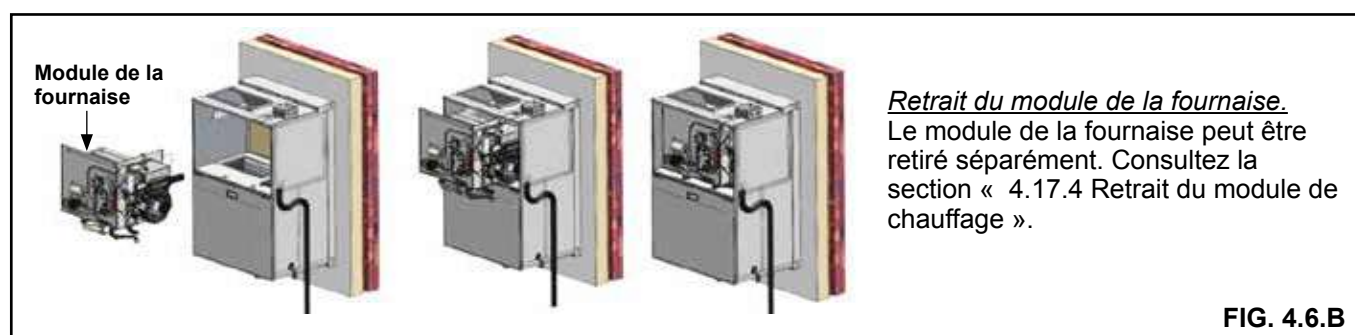

FIG. 4.6.B
3. Utilisez une rondelle plate avec chaque vis 1/4 po-20 x 1 1/4 po. Fixez l'appareil Condo Pack au manchon mural : placez les bagues d'isolation et vissez cinq vis 1 1/4 po dans les trous du support supérieur du manchon mural (voir FIG. 4.6.C).